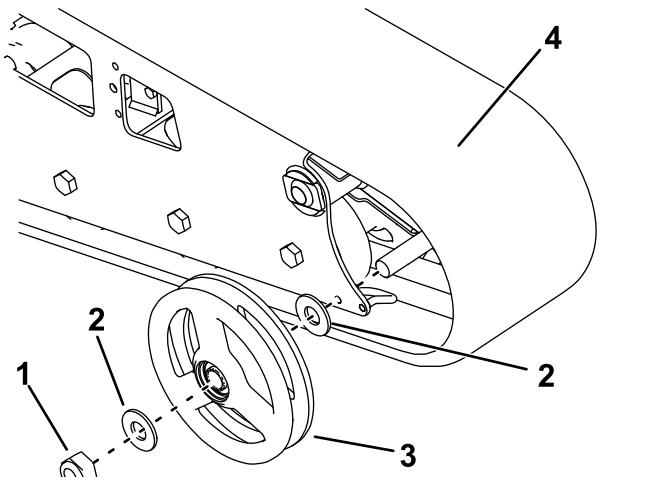

Bild 66
7. Nehmen Sie die Mutter ab, mit der das äußere Vorderrad befestigt ist. Nehmen Sie das Rad ab (Bild 66).
8. Nehmen Sie die Kette ab (Bild 66).
9. Ziehen Sie die zwei großen Scheiben aus den äußeren Rädern, eine an jeder Radseite (Bild 66).
12. Setzen Sie die neue Kette ein (Bild 66).
13. Montieren Sie das äußere Vorderrad und befestigen es mit der vorher abgenommenen Mutter (Bild 66).